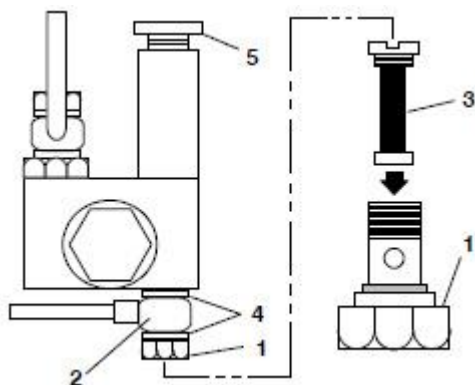

Рисунок 4-1. Механический топливный насос
b. Поверните верхнюю часть механического насоса (см. Рисунок 4-1) против часовой стрелки, чтобы разблокировать его, затем начните быстро прокачивать систему пока не будет ощутимого сопротивления, что будет говорить о том, что топливо пошло в систему.